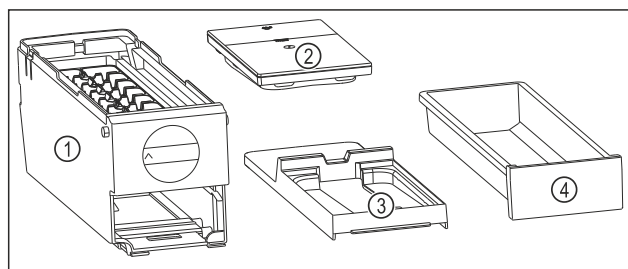

Fig. 145 Bestanddelen van de EasyTwist-Ice
- EasyTwist-Ice is in vier delen gedemonteerd. (zie Fig. 145)
- EasyTwist-Ice alleen in afgebeelde bestanddelen demonteren. (zie Fig. 145)
- EasyTwist-Ice corpus Fig. 145 (1) als geheel reinigen.